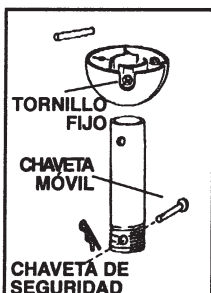

FIG. 7
Paso 3. (Fig. 7) Saque la bola de la barra para colgar soltando el juego de tornillos, sacando la chaveta atravesada y deslizando la bola fuera de la barra. Saque la chaveta móvil y la chaveta de seguridad.